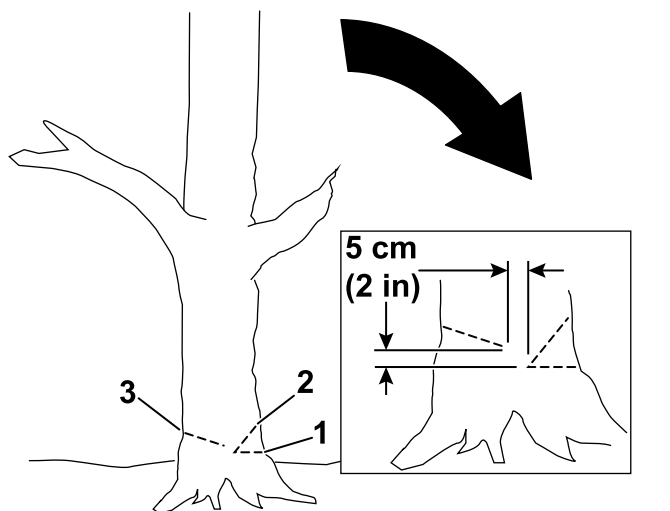

Figura 15
- Fate un primo taglio profondo un terzo del diametro dell'albero dalla parte verso la quale si vuole far cadere l'albero (Figura 15).
- Fate un secondo taglio in modo tale che formi una tacca con il primo, iniziando a tagliare a una distanza di almeno 5 cm sopra il primo taglio (Figura 15).
- Fate il taglio posteriore sul lato opposto a quello della tacca e a un'altezza di circa 5 cm maggiore rispetto al primo taglio, come illustrato in Figura 15.
Importante: terminate il terzo taglio a una distanza di 2,5–5 cm dalla tacca, in modo da creare tra i tagli una cerniera (Figura 15) che impedisca all'albero di cadere nella direzione sbagliata o di torcersi durante la caduta.
Nota: Mentre il taglio posteriore si avvicina alla cerniera (Figura 15) l'albero dovrebbe iniziare a cadere.